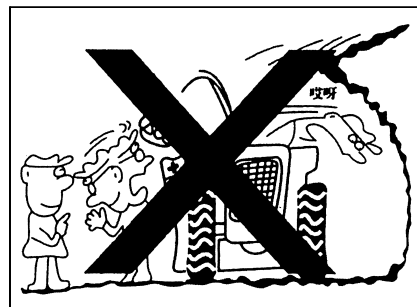

Рис. 1-69
- Когда работа проводится на местах с возможностью обрушения, например на крае дороги или на склоне, необходимо принять меры по обеспечению безопасности, назначить специального лица и подчиниться его приказам (рис. 1-69).